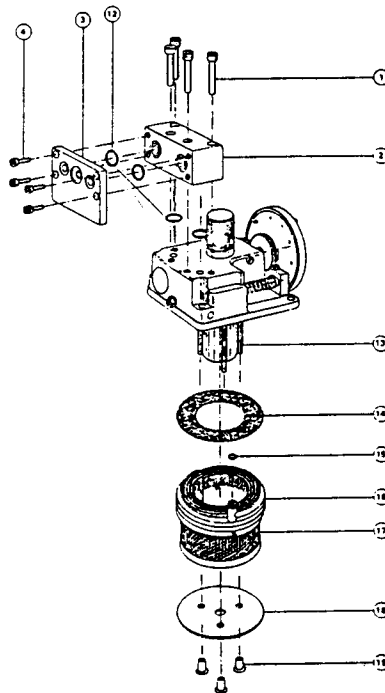

Fig. 7 Wick System
4.8 Wick System (Fig. 7)
5.2 Wick Assembly (Fig. 7)